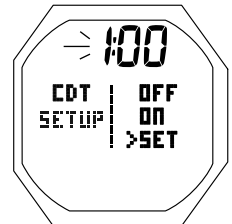

Fig. 119B - AJUSTE DEL CDT (min:seg)
- >> Si se guarda SET, los dígitos de los minutos parpadearán junto a SET fijo (Fig. 119B).